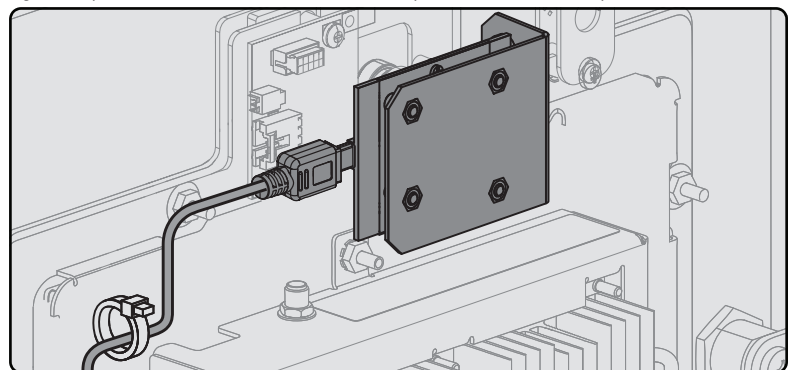

Figure 2. Acheminement du câble USB
7. Acheminer et fixer le câble USB avec les attaches autobloquantes. (Figure 2)